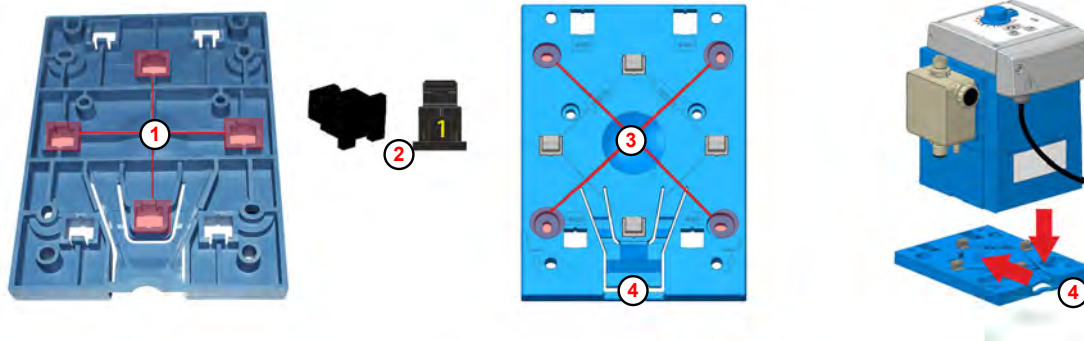

Fig. 4: Predisposizioni per montaggio su tavolo
*Le aperture per il montaggio su tavolo ( Fig. 4 , ① ) sono contrassegnate con il numero 1 sul lato inferiore della piastra di montaggio.*
*Per il montaggio su tavolo vengono usati esclusivamente elementi di fissaggio ② con il codice 1.*
2. ▶ Spingere da dietro gli elementi di fissaggio ② nelle quattro aperture ① contrassegnate con il numero 1, e farli agganciare.
4. ▶ Utilizzare la piastra di montaggio come sagoma e segnare i fori desiderati con un perno appuntito ③ .